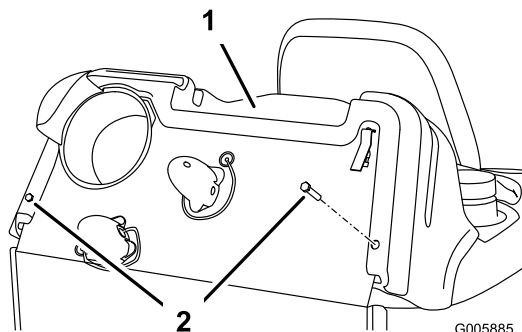

Figura 25
5. Retire los herrajes que sujetan el capó al bastidor de la máquina (Figura 25). Guarde todas las piezas.